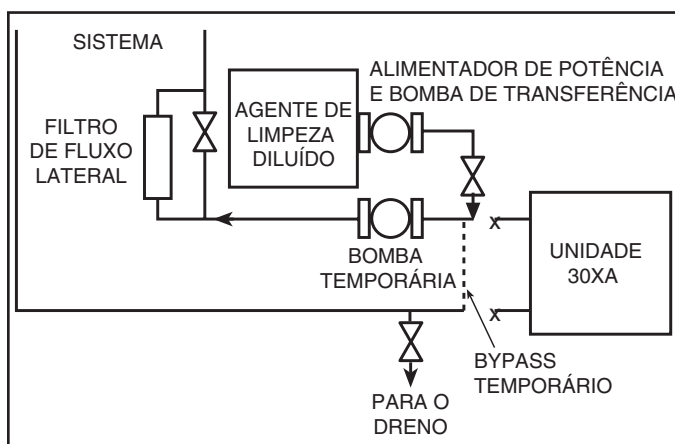

Fig. 7 - Limpeza Utilizando um Filtro de Fluxo Lateral
- c. Um filtro de fluxo lateral é recomendado (veja a Fig. 7 durante o processo de limpeza). A vazão lateral do filtro deve ser suficiente para filtrar o todo o volume de água a cada 3 a 4 horas. Troque os filtros com frequência conforme necessário durante o processo de limpeza.